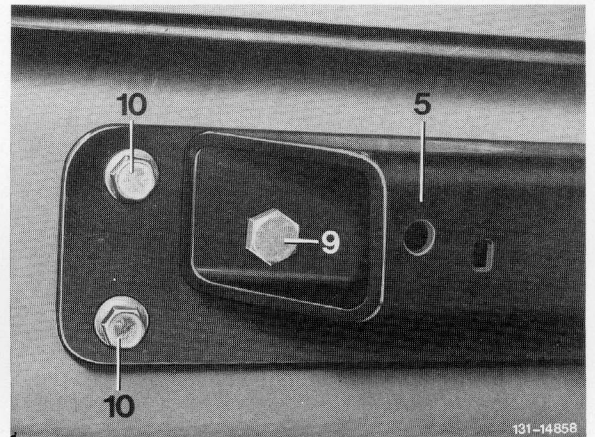

Bild 7
12 Querträger an den Längsträgern und am Heckmittelstück anschrauben (Bild 7 und 8). Dabei Schrauben (9) M 12×45 mit 80 Nm (8 kpm) und Schrauben (10) M 10×30 mit 65 Nm (6,5 kpm) anziehen.